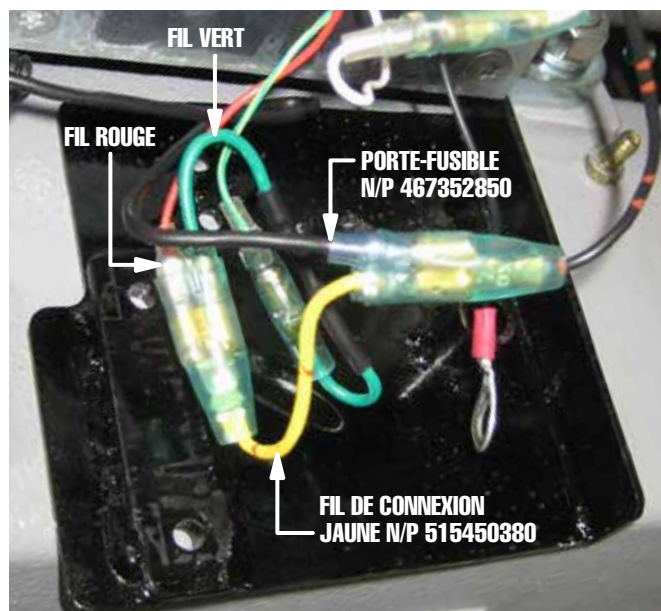

Figure 24. Connexions de câblage (MVH508DZ)
8. Raccorder les fils rouge et vert débranchés au côté femelle à 2 broches du fil de connexion jaune (N/P 515450380). Voir la Figure 24.
9. Brancher l'extrémité mâle libre du fil de connexion jaune (N/P 515450380) à l'un des ports femelles ouverts du connecteur dont les fils rouge et vert viennent juste d'être retirés. Voir la Figure 24.
10. Brancher l'extrémité mâle libre du porte-fusible (N/P 467352850) au dernier port disponible du connecteur dont les fils rouge et vert viennent d'être retirés. Voir la Figure 24.